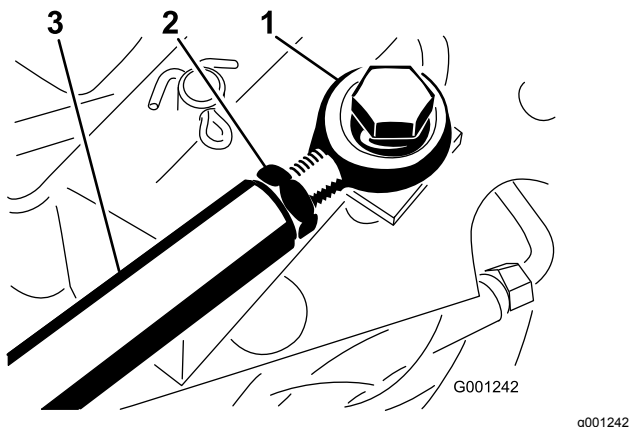

Bild 77
Wenn das Fahrpedal weitere Einstellungen erfordert, stellen Sie die Fahrtriebsstange (Bild 77) wie folgt ein:
2. Lösen Sie die Klemmmutter, mit der das Stangenende an der Fahrtriebsstange befestigt ist (Bild 77).
4. Ziehen Sie die Klemmmutter (Bild 77) fest und befestigen Sie das Ende der Stange mit der abgenommenen Schraube und Mutter am Fahrpedal, um den Winkel des Pedals zu arretieren.